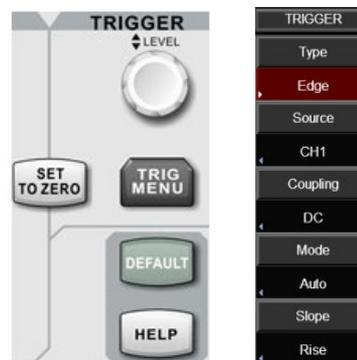

Рисунок 1-8. Зона управления запуском на панели управления и меню настройки запуска
2) Нажмите кнопку **TRIG MENU** в зоне управления запуском, чтобы вызвать меню настройки запуска для изменения настроек (Рисунок 1-8).